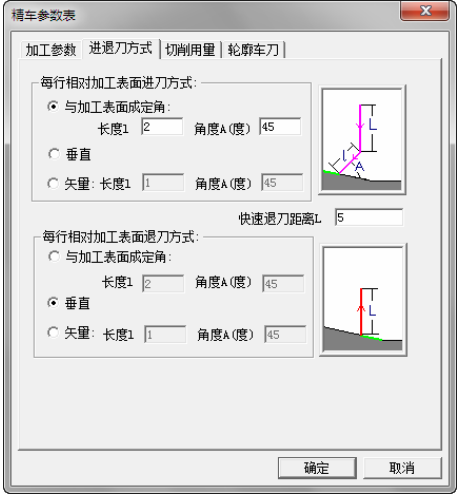

图 4-72 精车内孔进退刀方式参数设定
2) 单击“ 进退刀方式 ”选项卡，设置具体参数。每行相对加工表面进刀方式：与加工表面成定角，长度 l=2，角度 A=45；每行相对加工表面退刀方式：垂直退刀，如图 4-72 所示。